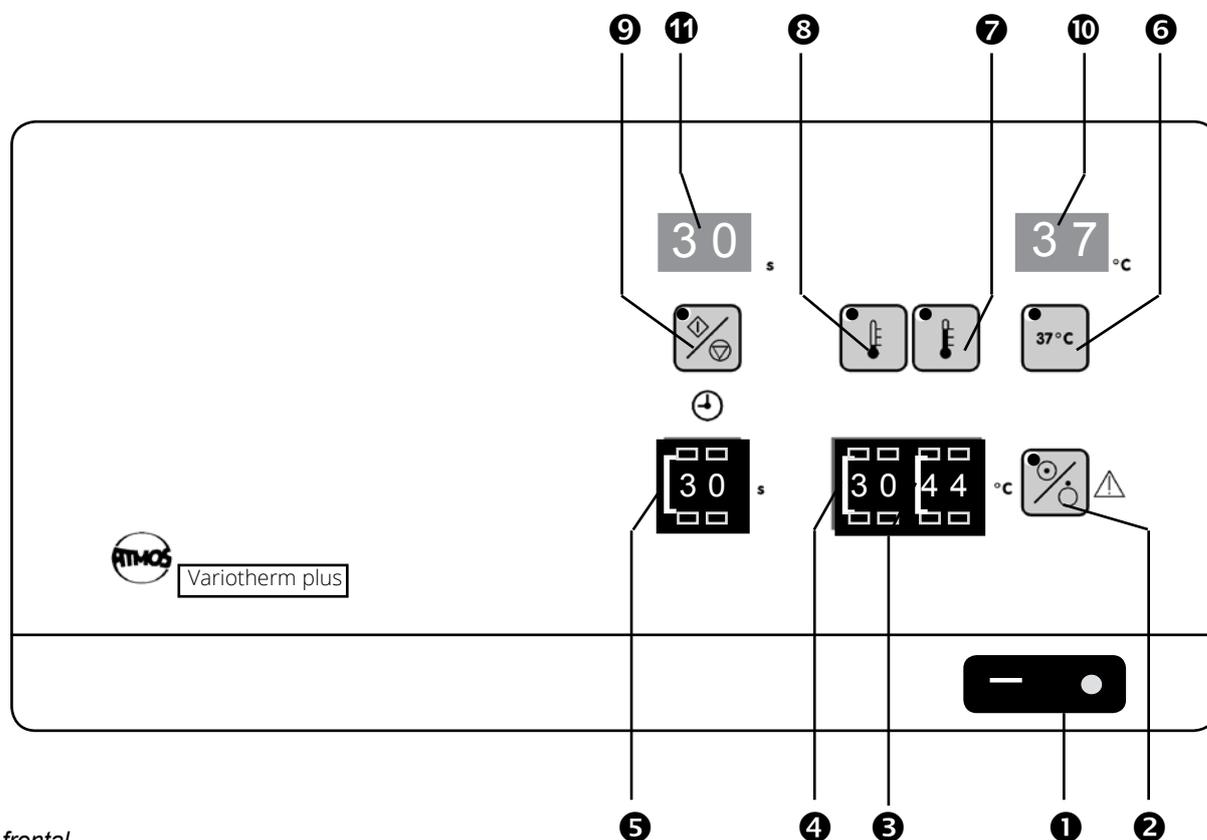

Fig. 1. Vista frontal
- Encienda el equipo (①, fig. 1).
- Ajuste de la temperatura mediante interruptor codificador (❶, ❷, fig. 1).